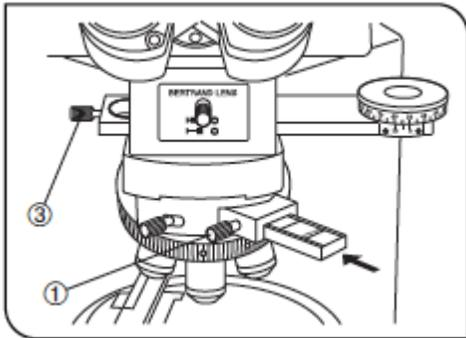

图 10
1. 按要求将所需的 ND 滤色片 (直径 30 mm) 放入空置的孔①里。
2. 插入可旋转检偏镜 (U-AN360P) ②, 直到切合入位。然后拧紧限位旋钮③ (图 10)。
(图 10)